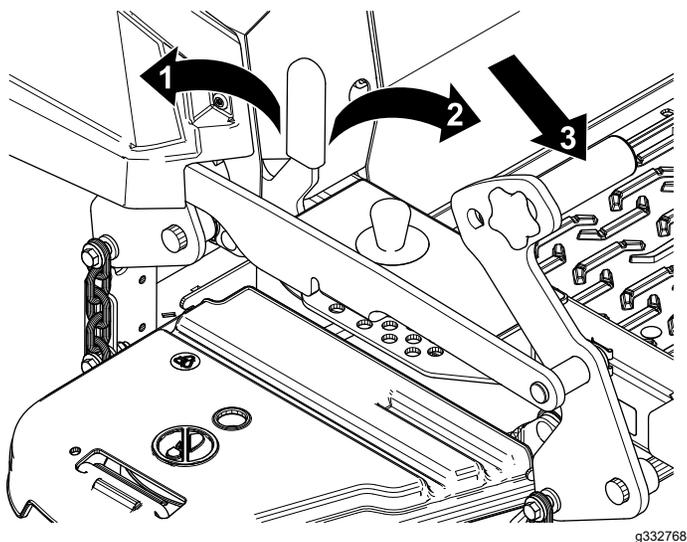

Рисунок 28
1. Нажмите педаль подъема деки до упора вперед, чтобы заблокировать деку газонокосилки в ТРАНСПОРТНОМ положении (Рисунок 28).
2. Нажмите вперед педаль подъема деки вперед и нажмите вперед транспортный фиксатор в положение РАЗБЛОКИРОВАНО, затем медленно опустите деку газонокосилки (Рисунок 28).